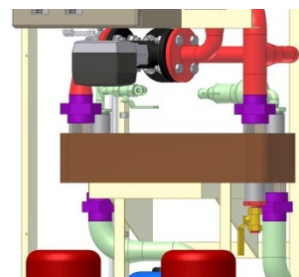

Рис. 4.2-2
1. Слейте жидкость из первичного и вторичного контуров. Жидкость вторичного контура сливается через клапан V163 (обозначен желтым цветом на рис. 4.2-2). Жидкость первичного контура сливается через клапаны V301 и V302 (см. схему размещения трубопроводов и КИП на рис. 2.2-2).
Отключите соединения первичного и вторичного контуров (обозначены фиолетовым цветом на рис. 4.2-2) от блока. Соединения можно открутить при помощи накидного гаечного ключа.